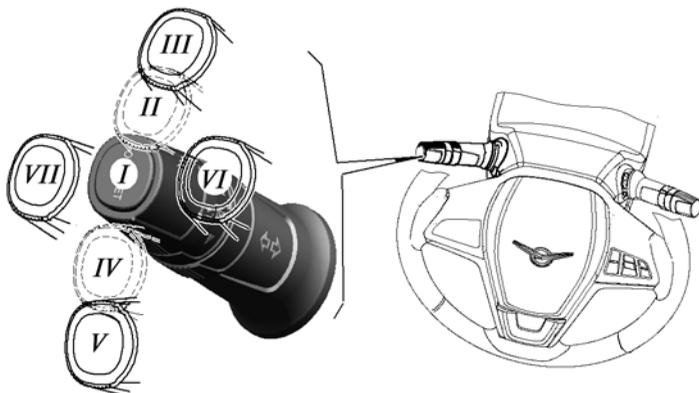

Рис. 3.9. Схема перемещения левого рычага подрулевого переключателя при управлении указателями поворота и света фар (наименование позиций см. в тексте)
**Переключатель указателей поворота и света фар** имеет следующие положения (рис. 3.9)